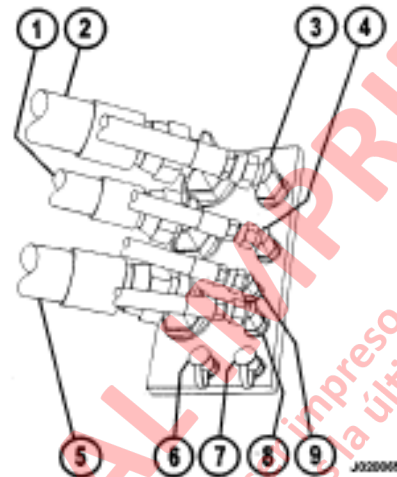

FIGURA 4-3. MANGUERAS DEL FRENO TRASERO
23. Mueva ambos indicadores de presión de 20.685 kPa (3000 psi) a los puertos de prueba "LBP" (7, Figura 4-3) y "RBP" (6) en el manifold en el lado izquierdo de la caja del eje trasero.